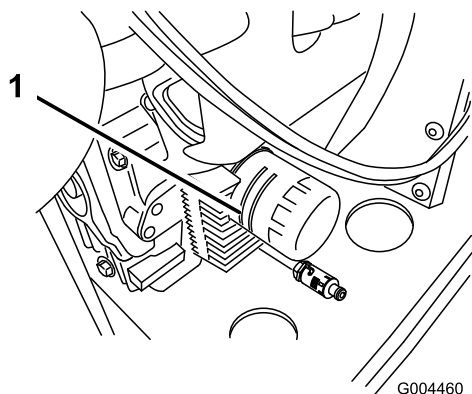

Figure 36
2. Déposez le filtre à huile usagé et essuyez la surface du joint de l'adaptateur (Figure 36).